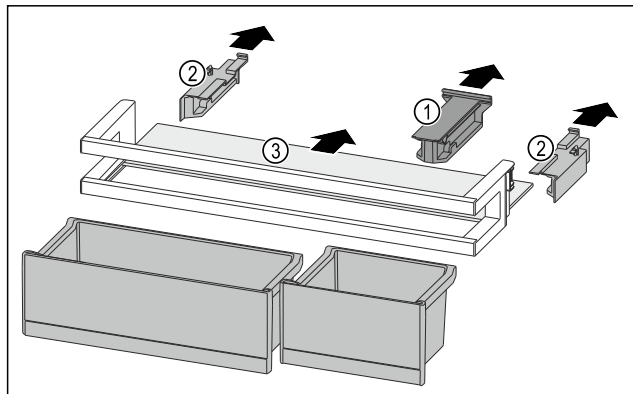

Fig. 275
- Изтеглете задържащата част Fig. 275 (1).
- Изтеглете страничните части Fig. 275 (2).
- Свалете рафта Fig. 275 (3).